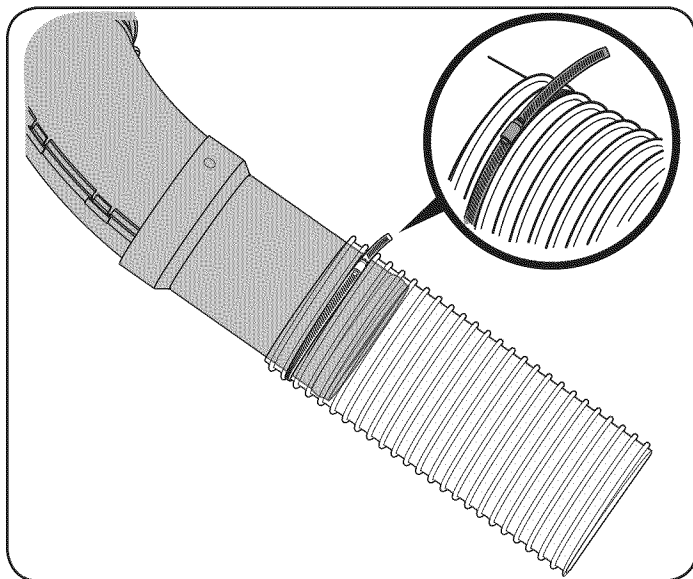

Figura 17
5. Instale el canal superior y el tubo de extensión en la extensión de manguera flexible tal como se muestra en la Figura 17, posicionando la misma por encima de la franja de goma adhesiva ancha previamente instalada sobre el tubo de extensión.
NOTA: Oriente la abrazadera de manguera de manera que se alinee por encima de la franja de goma adhesiva ancha previamente instalada sobre el tubo de extensión del canal y el exceso de las puntas de la abrazadera hacia adentro y abajo con el tornillo de sujeción mirando hacia afuera. Vea el recuadro de la Figura 17.